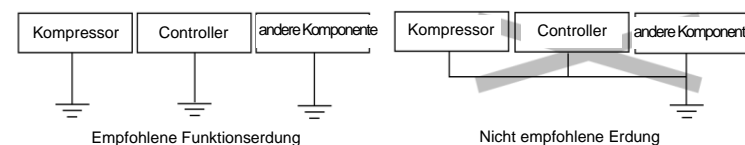

Abbildung 6
- Der Erdungspunkt muss sich in der Nähe des Controllers befinden, um die Länge der Leitungen kurz zu halten. Siehe Abbildung 6 als Referenz.